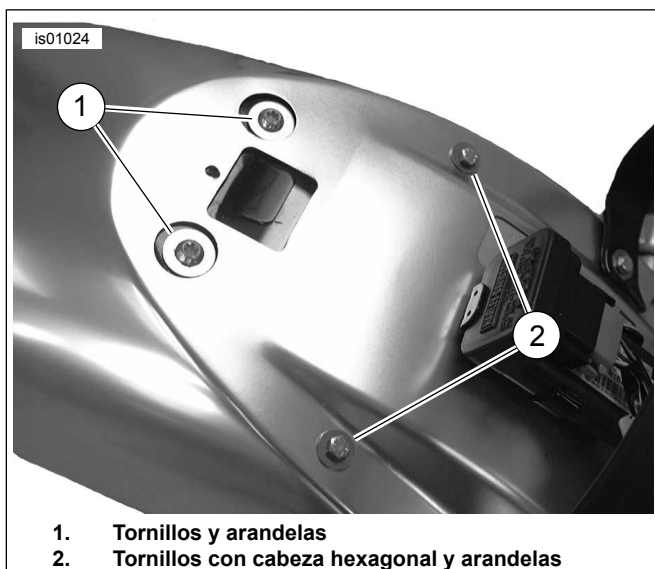
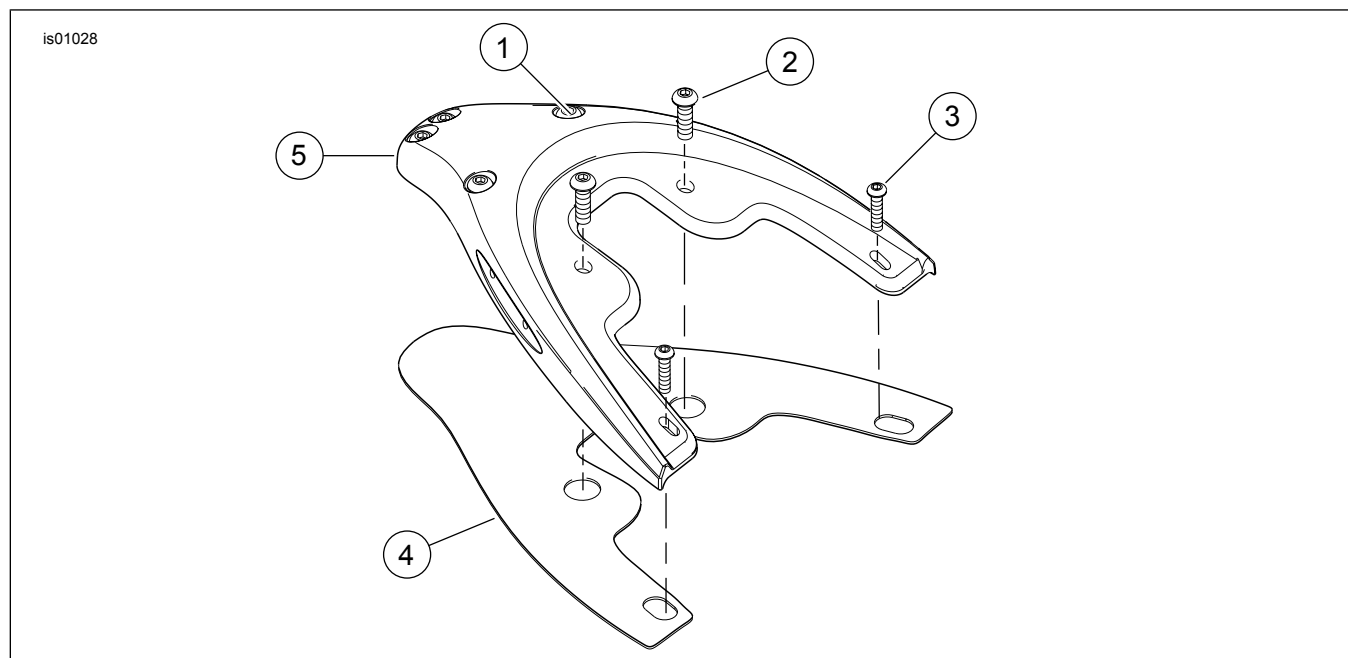

Figura 3. Extracción de los tornillos y las arandelas del soporte del guardabarros
Figura 7. Piezas de servicio: kit de la placa base
Vea la Figura 7 y la Tabla 1.
7. Vea la Figura 3. Extraiga los dos tornillos y arandelas más grandes (1) del soporte del guardabarros cerca del centro del guardabarros. Deseche los tornillos, pero guarde las arandelas para la reinstalación.
8. Extraiga los dos tornillos con cabeza hexagonal y arandelas más pequeños (2) del soporte del guardabarros cerca de los lados del guardabarros. Deseche los tornillos, pero guarde las arandelas para la reinstalación.
10. Vea la Figura 7. Obtenga del kit la placa base (5) y la junta de la placa base (4).
12. Vea la Figura 7. Quite el respaldo de papel que cubre el adhesivo de la junta (4). Cuidadosamente alinee el lado con adhesivo de la junta sobre la parte trasera de la placa base (5) y coloque alrededor de los bordes. Asegúrese de que la junta esté alineada y adherida a lo largo del perímetro completo de la placa base como se muestra.
13. Vea la Figura 7. Obtenga del kit los dos tornillos con cabeza de botón grandes (2) y los dos tornillos con cabeza de botón pequeños (3). También obtenga las arandelas planas grandes y pequeñas que se guardaron en los pasos 7 y 8.
18. Vea la Figura 6 y la Figura 7. Obtenga del kit los cuatro tornillos (1). Instale los cuatro tornillos (decorativos) en los agujeros en la parte trasera de la placa base. Apriete los tornillos a 20 N·m (15 ft-lbs).